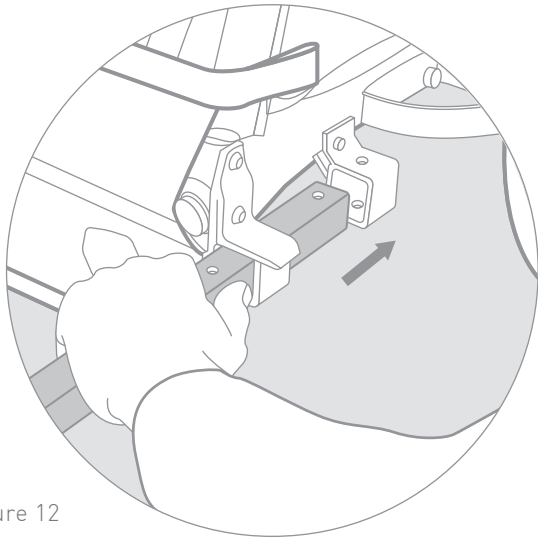

Figure 12
1. Slide tow bar into receiver on left side of trailer while pressing down on the button (Figure 12).
1. Die Zugstange in die Halterung auf der linken Seite des Anhängers schieben. Dabei den Knopf gedrückt halten (Abb. 12).
1. Faites glisser la barre de remorquage dans le récepteur sur la gauche de la remorque, tout en appuyant sur le bouton (Figure 12).